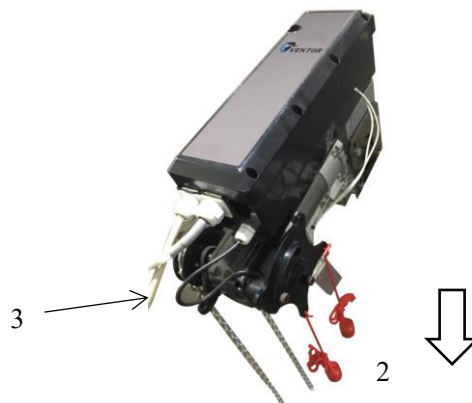

Fig. 4
- Le déblocage d'urgence est activé lorsque la roue à chaîne (3) est déplacée par traction sur le cordon de déblocage d'urgence (2) dans le sens de la flèche visible dans la fig. 4.